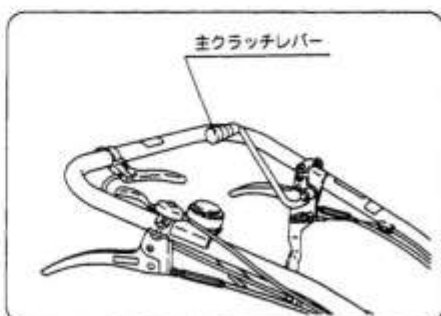

図18
- ③ 高速の「前進後進」の切換操作は主クラッチを一旦切ってからおこなってください。(図18)